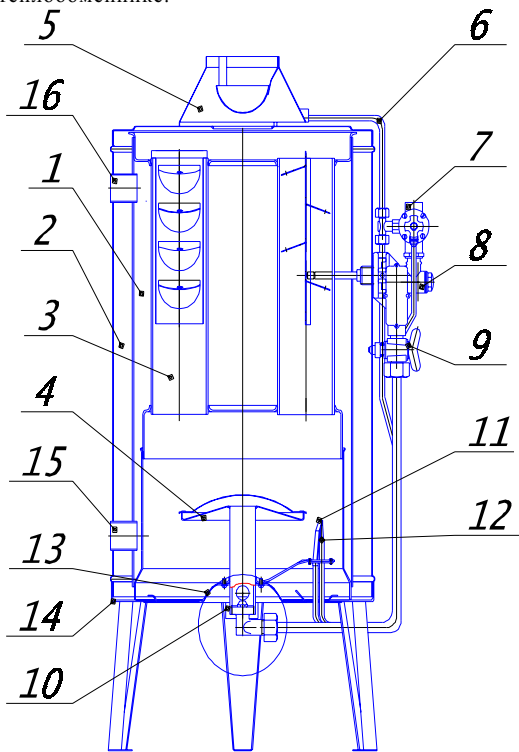

Рис. 1. (исп. 1). Схема аппарата отопительного газового бытового с водяным контуром:
2.2. Основные показатели аппаратов исп. 1 (рис. 1), исп. 2 (рис. 2).
5.1. Аппарат исп. 1 (рис. 1) состоит из следующих узлов: теплообменника, кожуха, устройства газогорелочного, крана газового, зонта с обтекателем, автоматики безопасности и регулирования, которая включает клапан газовый магнитный с фильтром, термопару, горелку запальную, терморегулятор и автоматику по тяге.
6.11. При устранении неисправностей в устройстве газогорелочном или для прочистки основной и запальной горелок произвести следующие подготовительные работы: отсоединить трубки горелок и термопару от узла автоматики, повернуть поддон по оси до прорези в основании 14 (см. рис. 1 (исп. 1)) и в раме 14 (см. рис. 2 (исп. 2)), вывести поддон из прорези в основании и извлечь его из-под аппарата, после выполнения указанных операций вернуть все в первоначальное положение, закрепив трубки горелок и термопару к узлу автоматики.